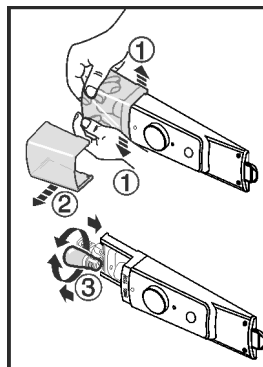

Fig. 10
- ▶ Lampafdekking volgens het voorbeeld, aan de binnenzijde in het voorste bereik uit elkaar drukken Fig. 10 (1) en opzij wegtrekken Fig. 10 (2).
- ▶ De lamp vervangen. Fig. 10 (3)